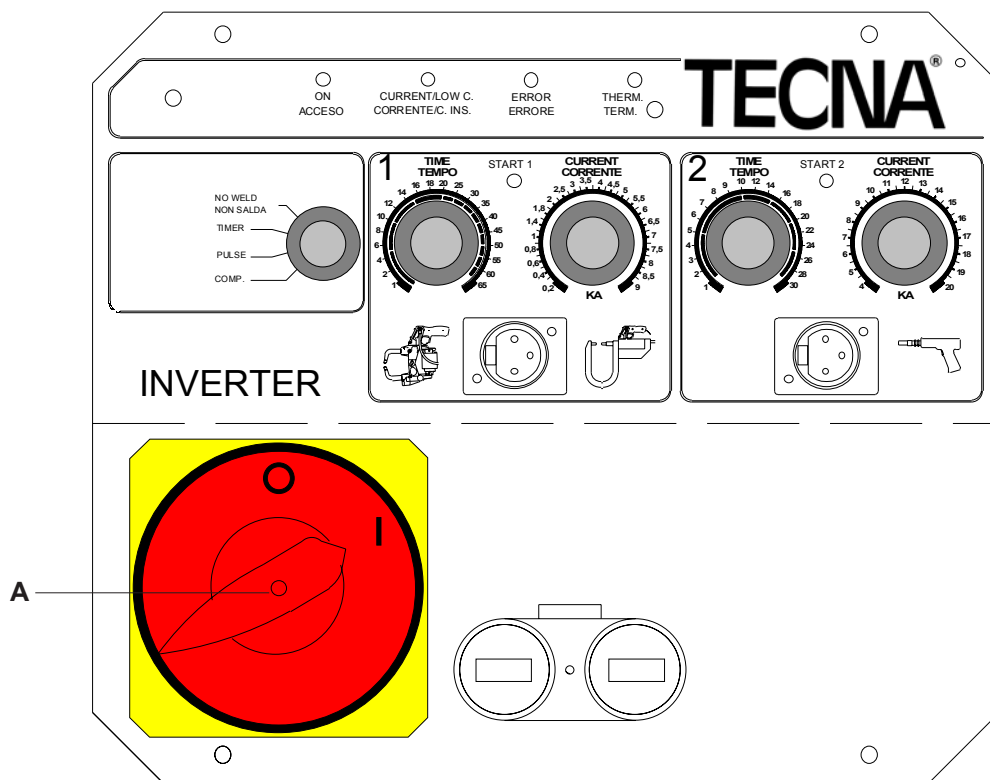

Fig. 29
In caso di emergenza spegnere la saldatrice utilizzando l'interruttore (A) (fig. 29)
*In case of emergency, switch off the welder by means of the switch (A), (Fig. 29).
*En cas d'urgence éteindre la soudeuse au moyen de l'interrupteur (A), (Fig. 29).
*En caso de emergencia apagar la máquina utilizando el interruptor (A) (fig. 29).
*Im Notfall schalten Sie die Schweißmaschine mit Hilfe des Schalters (A) (Abb. 29) aus.